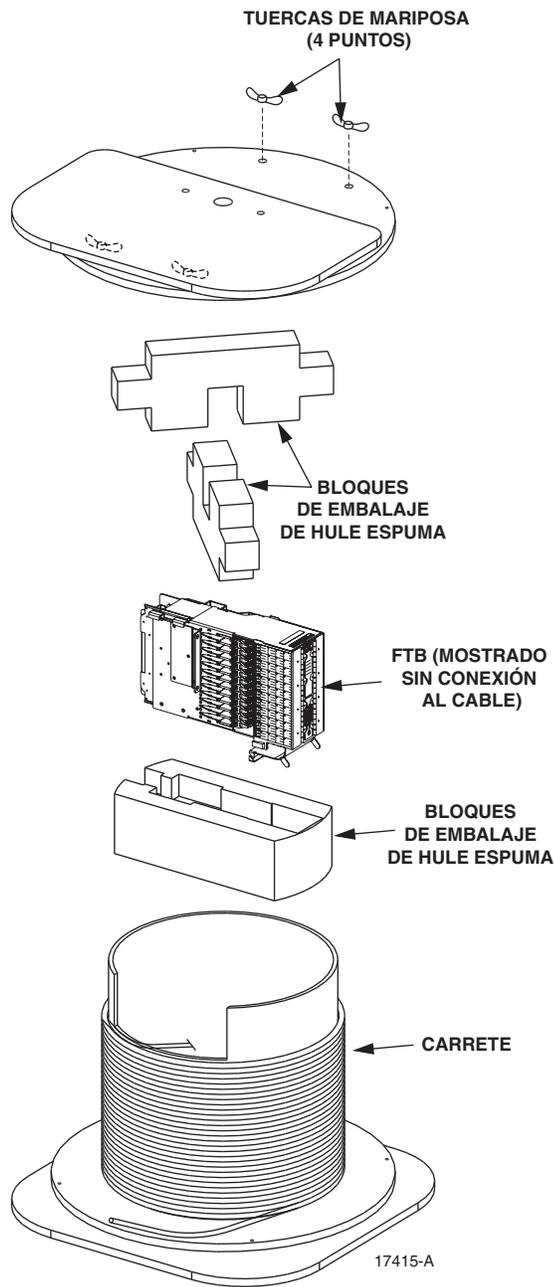

Figura 21. Bloque Preterminado en Fábrica con Cable en Carrete
4. Cuando se haya desenrollado todo el cable del carrete, coloque el carrete de cable de costado con el más pequeño de los dos soportes de madera laterales hacia arriba, como se muestra en la Figura 21.